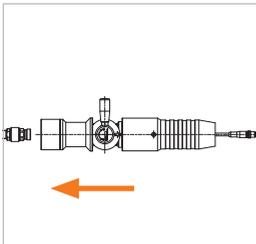

Abbildung 3
- ▶ Stecken Sie die Füllkupplung bis zum Anschlag auf den Tanknippel auf und halten Sie die Kupplung in dieser Position (OFF-Stellung) (*Abbildung 3*).